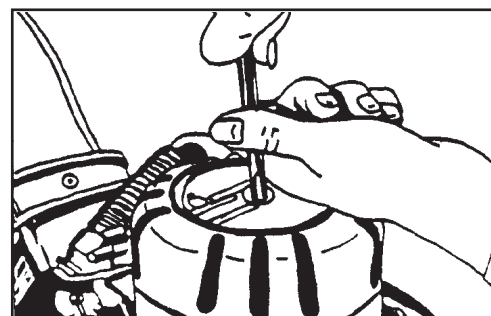

Figura 13
1. Extraiga la cubierta del motor. Consulte la figura 13.